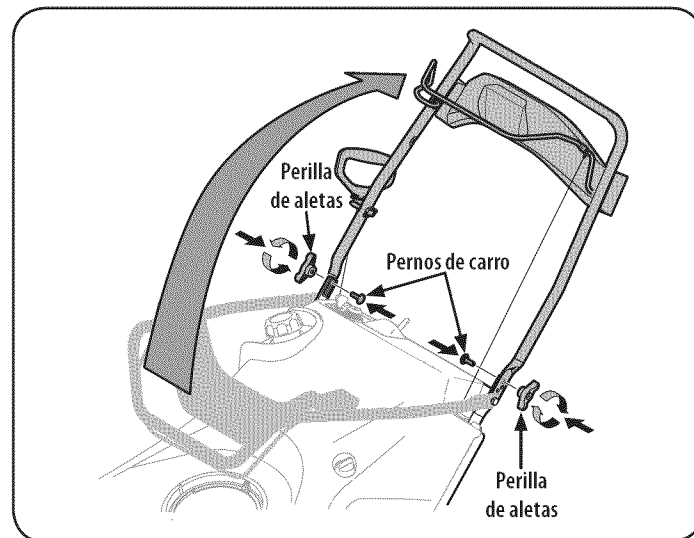

Figura 2
2. Gire la manija superior a la posición de funcionamiento. Asegúrese de no apretar los cables en el proceso. Vea la Figura 2.